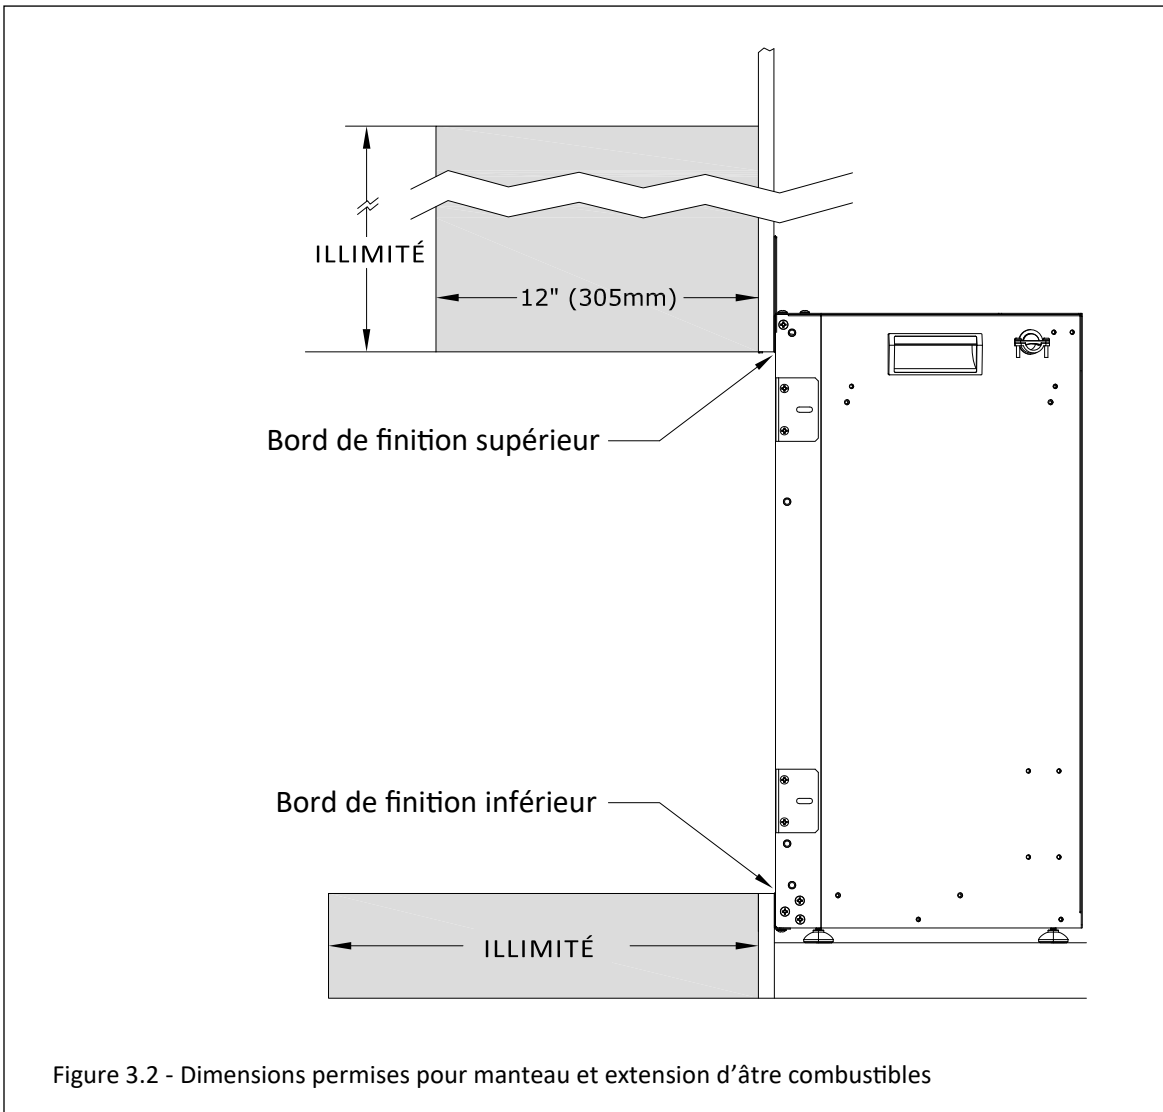

Figure 3.2 - Dimensions permises pour manteau et extension d'âtre combustibles
- **Profondeur du manteau combustible** : Les profondeurs permises du manteau doivent être à l'intérieur de la zone ombrée de 12 po (305 mm) devant un mur combustible, tel que montré à la Figure 3.2. La profondeur combinée du mur, des matériaux de finition et du manteau combustible, ne doit pas dépasser 12 po (305 mm) devant la face avant de l'appareil.
Note : Aucun matériau ne doit dépasser les bords de finition de l'appareil, montrés à la Figure 3.2. Aucun matériau ne doit obstruer la surface vitrée de l'appareil.
- **Extension d'âtre combustible** : Une extension d'âtre combustible de longueur illimitée est permise devant l'appareil. Cependant, l'extension d'âtre ne doit jamais être plus élevée que le bas de la surface vitrée. Voir Figure 3.2.